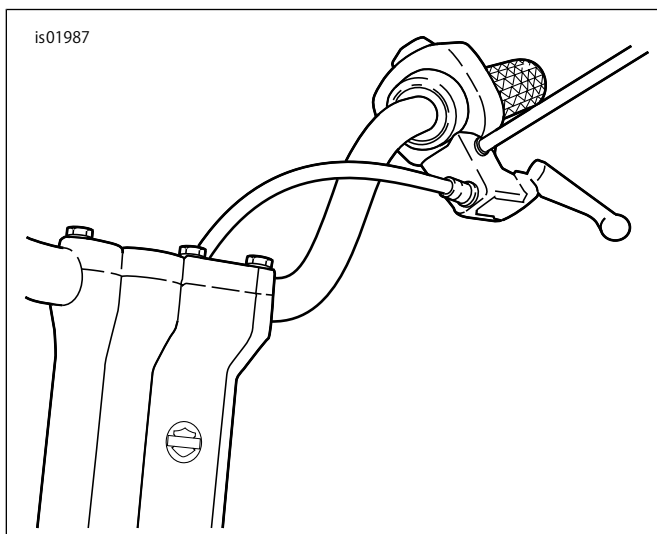

図1。新しいクラッチケーブルの取り直し
1. 図1を参照してください。次のようにクラッチケーブルの位置をハンドルバーの内側に移動します。